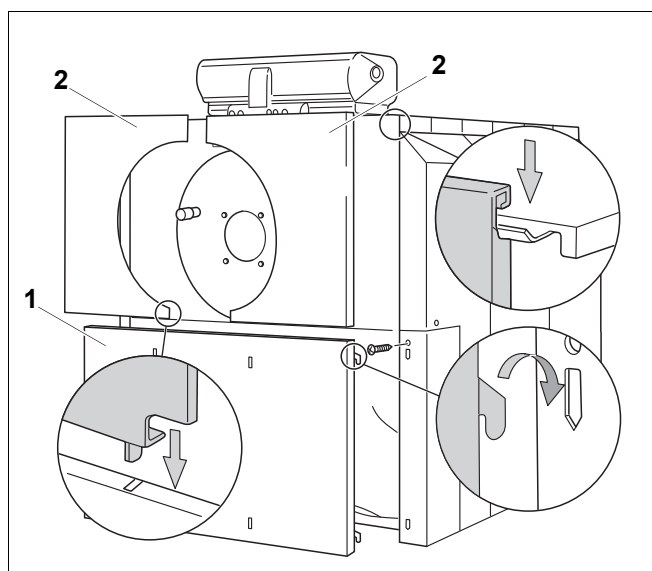

Рис. 24 Передние стенки
- Уложите теплоизоляцию в нижнюю переднюю стенку (рис. 24, поз. 1).
- Вставьте 4 крюка нижней передней стенки в шлицы отбортовки боковых стенок (рис. 24).
- Выступающие пластинки верхней передней стенки (рис. 24, поз. 2) вставьте в шлицы отбортовки нижней передней стенки и навесьте стенку сверху на отбортовку передней верхней крышки котла.